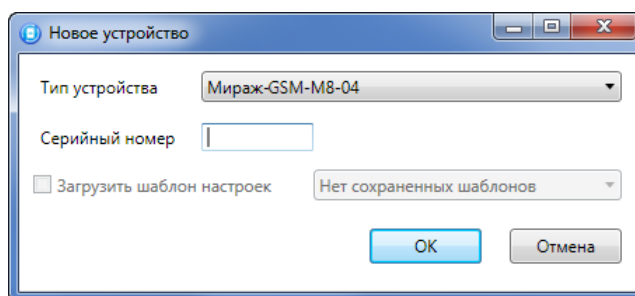

Рисунок 4.5 — Окно *Новое устройство*
2. В открывшемся окне *Новое устройство* (см. рисунок 4.5) выполните следующие действия: